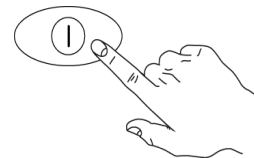

Abb. 13
- Schließen Sie die Tür und drücken Sie den KNOPF "A", um die Spülmaschine einzuschalten. (Abb. 13)